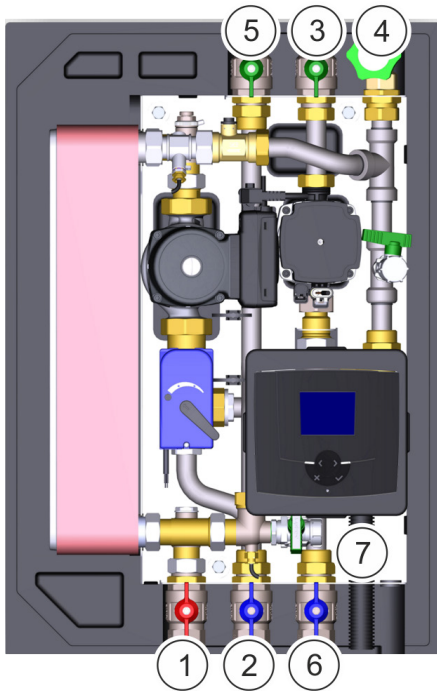

Abb. 22: Hähne anschliessen
Die Frischwasserstation wurde gemäss Abb. 22 vorbereitet
- Hauptzuleitung Trinkwasser an den Anschluss Hauptzuleitung Trinkwasser (Abb. 22/4) anschliessen.
- Warmwasserleitung an den Anschluss Trinkwasserverteilung (WW) (Abb. 22/5) anschliessen.
- Vorlauf Hauptzuleitung Heizung an den Primäranschluss Wärmeversorgung Vorlauf (Abb. 22/1) anschliessen.
- Rücklauf Hauptzuleitung Heizung an die Einbindung Speichermitte (optional) (Abb. 22/2) anschließen.
- Wenn vorhanden, Zirkulationsleitung an den Anschluss integrierte Zirkulation (Abb. 22/3) anschliessen.
- Alle Hauptabsperventile (Abb. 22) an der Frischwasserstation schliessen